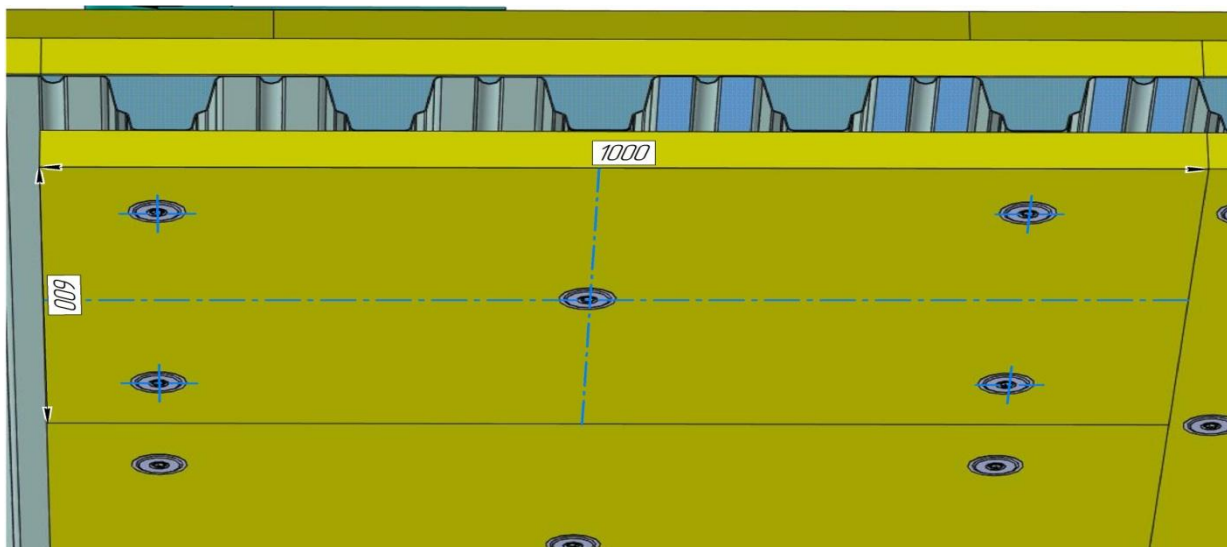
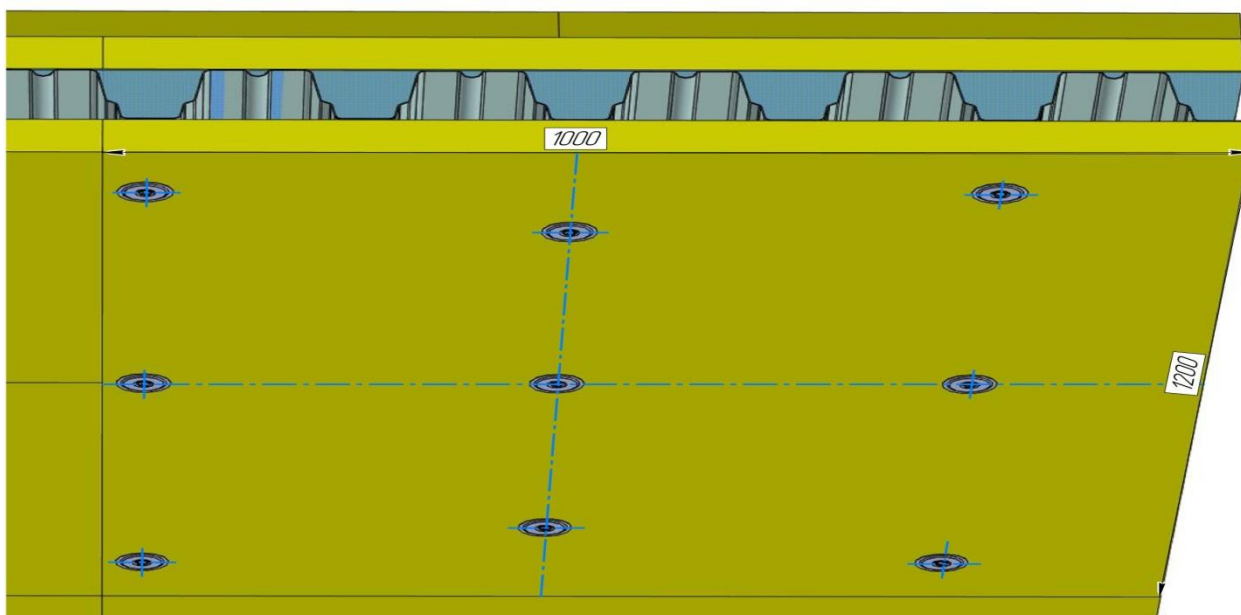

Рис. 8 Схема разметки плит EURO-ЛИТ150 размерами 1000х600х40.
Рис. 9 Схема разметки плит EURO-ЛИТ150 размерами 1200х1000х40.
5.2.4 Стандартные размеры Плит EURO-ЛИТ выпускаемые на предприятии составляют 1000x600x40мм и 1200x1000x40мм. Плиту размерами 1000x600x40мм необходимо крепить не менее чем в пяти точках (рис.8), плиту размерами 1200x1000x40мм. необходимо крепить не менее чем в девяти точках (рис.9). Разметку под крепёж производить из расчёта равномерного распределения крепёжных элементов, таким